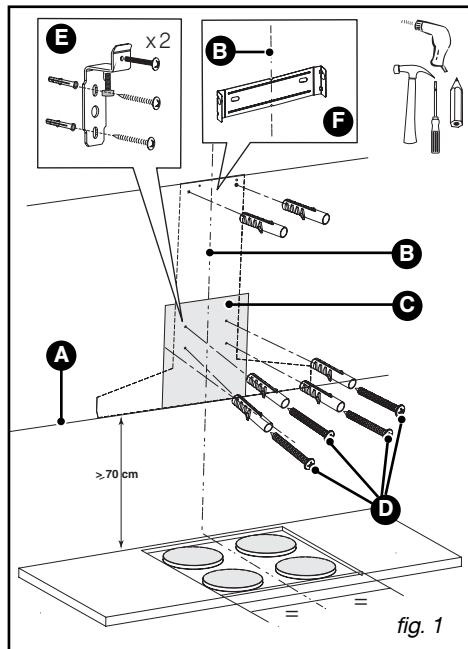

fig. 1
- Coloque o suporte de chaminé F (fig. 1) apoiando-o no tecto e posicione os entalhes no eixo B.